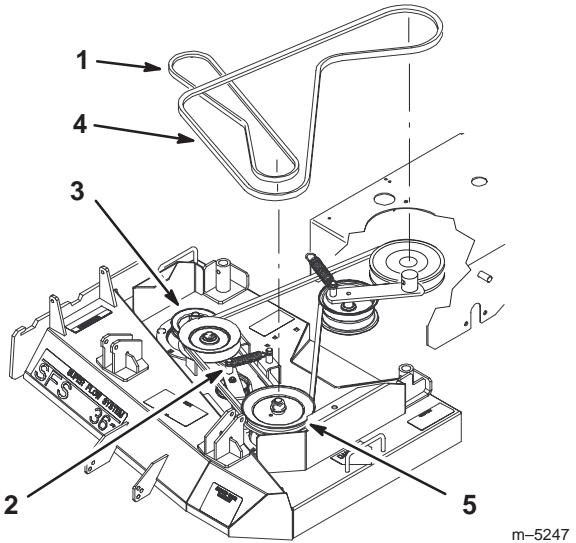

Figure 58
5. Décrochez le ressort du bras de la poulie de tension pour réduire la tension sur le bras et la poulie de tension, puis enlevez la courroie usagée (Fig. 58).
6. Installez une courroie neuve autour de la poulie d'axe extérieure, de la poulie de tension et dans la gorge inférieure de poulie d'axe double (Fig. 58).
7. Raccrochez le ressort du bras de tension (Fig. 58).
8. Réglez le guide-courroie à 3 mm de la courroie (Fig. 58).